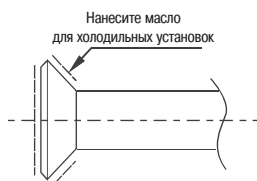

Рис. 6-2
- Перед накручиванием накидной гайки нанесите масло для холодильных установок на наружную поверхность развальцованного участка трубопровода и прилегающую поверхность накидной гайки. Наверните гайку на 3-4 оборота (см. рисунок 6-2).